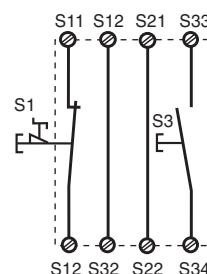

Fig. 3: Eingangskreis einkanalig, überwachter Start/Single-channel input circuit, monitored reset/Commande par 1 canal, surveillance du poussoir de validation
- Fig. 3, 4, 5, 6, 8: **keine** Verbindung S11-S14
- Fig 3, 4, 5, 6, 8: S11-S14 **not** connected
- Fig. 3, 4, 5, 6, 8: **pas** de câblage sur S11-S14